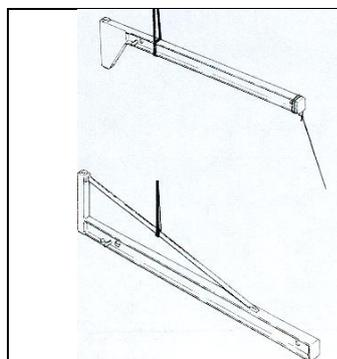

fig. 45
1. Imbracare il braccio, utilizzando fasce in fibra tessile disposte a “cappio”, in corrispondenza dei punti di presa evidenziati dall'apposita marcatura e sollevarlo con i mezzi idonei allo scopo (gru a ponte, gru mobile, ecc.). Mantenere la trave orizzontale rispetto al suolo e verificare costantemente la stabilità dell'imbracatura che non deve spostarsi dal punto di presa. Evitare oscillazioni e pendolamenti e, se necessario, per mantenere l'equilibrio servirsi di una corda legata all'estremità del braccio (fig. 45).